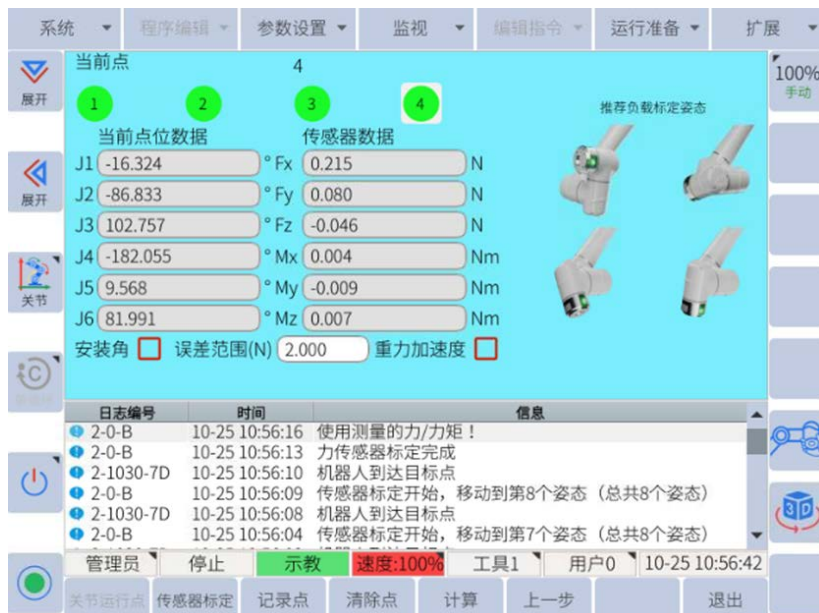

图6-40: 负载辨识点位数据记录界面
- (c) 重复上述操作步骤，依次记录点位3和点位4的位置信息和力传感器数据，记录完成后的界面如图6-40所示。